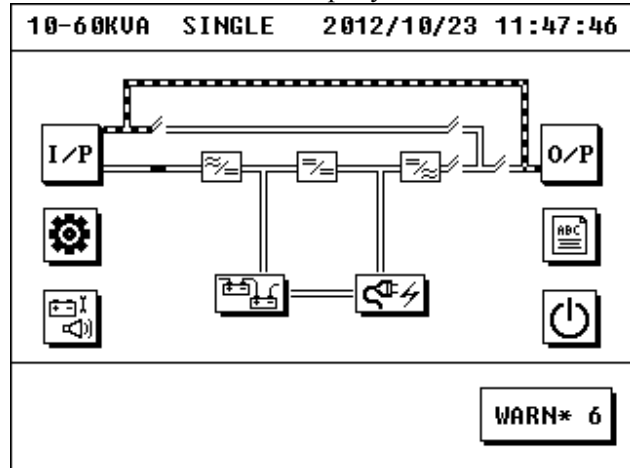

Рисунок 3.20 Режим ручного Байпаса
2. Снимите защитную крышку автомата «Ручной Байпас / maintenance bypass breaker», включите этот автомат. Отключите оба входных автомата ИБП, выходной автомат ИБП, батарейный размыкатель ИБП. Начиная с этого момента ИБП работает в режиме ручного байпаса (так же называется: maintenance bypass, режим обслуживания). При этом внутренние силовые блоки ИБП обесточены (возможны чистка, ремонт), а нагрузка подключена напрямую к входной сети через включенный автомат ручного Байпаса. Поток энергии в этом режиме показан на рисунке 3.20 (Замечание: на рис.3.20 автомат главного входа - во включенном положении). (Внимание! В режиме ручного Байпаса внутренние блоки ИБП могут быть обесточены полностью и экран может погаснуть, тем не менее нагрузка продолжает питаться от сети.)